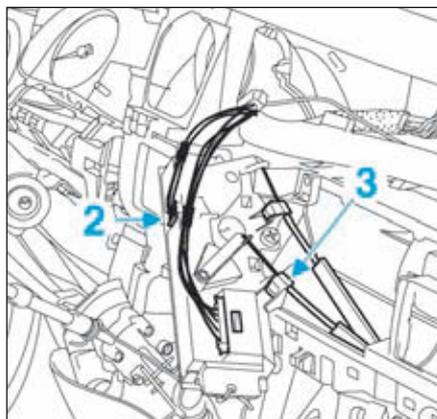

FIG.9
- Débrancher les connecteurs électrique (2) (Fig.9).
- Déposer les câbles (3) du panneau de commande de chauffage.